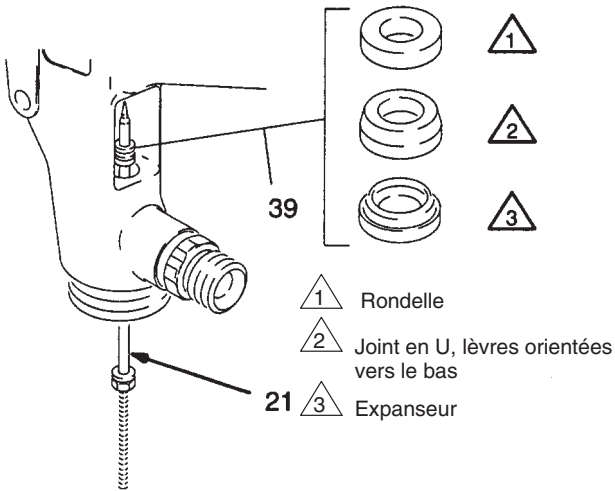

Fig. 6
1. Introduire le pointeau de produit (21) par l'avant du pistolet, comme illustré à la Fig. 6. Monter l'ensemble des joints de presse-étoupe (39) neufs sur l'extrémité du pointeau. Orienter les joints comme il est indiqué à la Fig. 6.